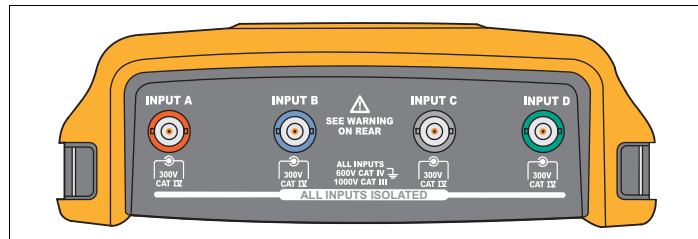

Figura 1. Connettore BNC
- Non collegare la molla di massa (vedere la Figura 1 nel *Manuale d'uso dello strumento di misura ScopeMeter 190 serie II*) a tensioni superiori a 42 V (30 Vrms) da terra.
La parte superiore dell'attrezzo di prova ha quattro ingressi di segnale BNC. Gli ingressi isolati consentono di effettuare misurazioni flottanti indipendenti per ciascun ingresso. Vedere la Figura 1.